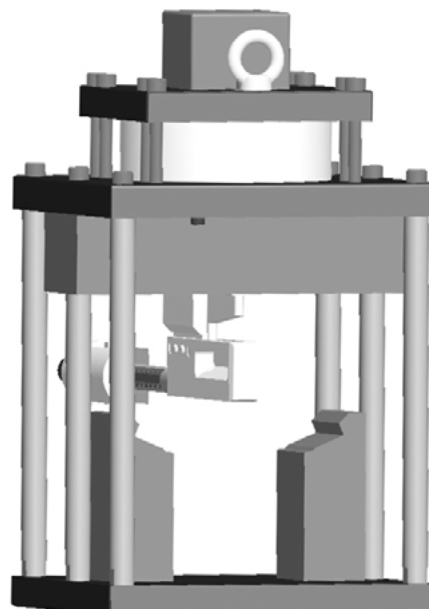

Рис. 16.33
- пневматический пресс VS100.2 для обработки профилей стоек (рис. 16.33).